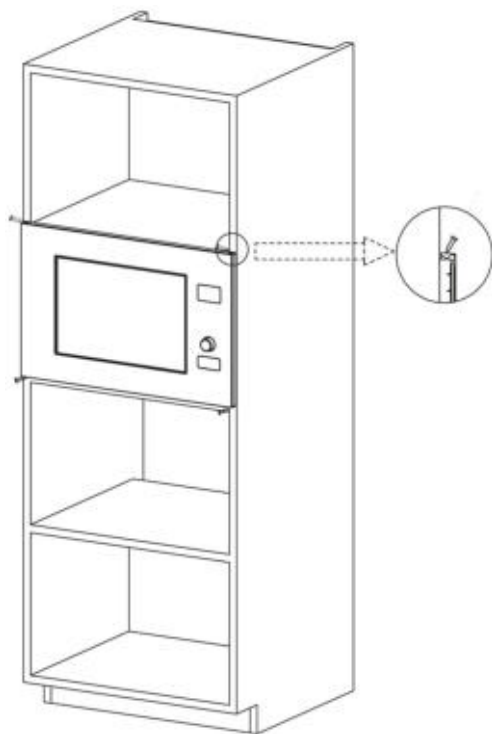

Abb. 2
b) Schieben Sie den Mikrowellenherd bis zum Ende. (Abb. 2)